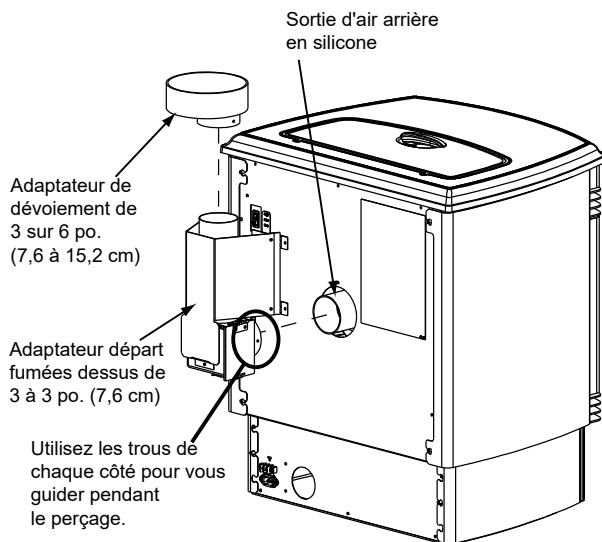

Figure 21.1
1. Enduisez la sortie d'air de 76 mm (3 po) d'une couche de silicone haute température. Ne pas mettre de silicone à l'intérieur du tuyau (**Figure 21.1**).
2. Glissez l'adaptateur supérieur de ventilation sur la sortie d'air et placez l'assemblage en position verticale (**Figure 21.1**).
5. Percez 2 trous au moyen de la mèche n° 26 à travers la sortie d'air arrière, en vous guidant sur les 2 trous déjà percés dans le court tuyau horizontal de l'adaptateur supérieur de ventilation. Installez les 2 vis (**Figure 21.1**).